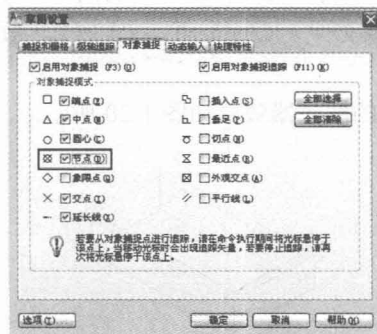

图1-30 开启“节点”捕捉模式
(5) 在“草图设置”对话框中勾选“节点”复选框，开启“节点”捕捉模式，如图 1-30 所示。